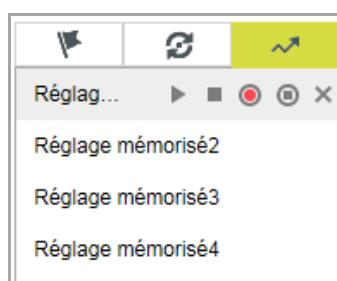

Figure 4-9 Fenêtre de configuration de séquence
2. Sélectionnez un numéro de séquence dans la liste, comme le montre la Figure 4-9.